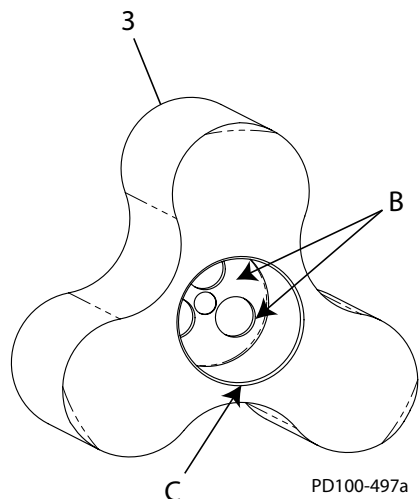

Рисунок 55 - Деталь ротора
1. Отверстие вала роторов (Рисунок 55, пункт 3) должно быть чистым, без задиrow и посторонних веществ (Рисунок 55, пункт B). Фаска (позиция C) не должна иметь задиrow для предотвращения повреждения уплотнительных колец.